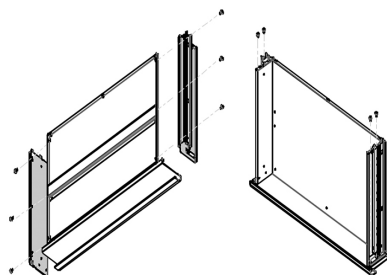

Figure 9
16. Fixez les panneaux gauche et droit du tiroir (n° 14-3 et 14-4) au panneau inférieur à l'aide de six vis M4 x 10 (fig. 9). Veillez à ce que les panneaux soient du bon côté afin qu'ils s'alignent avec les glissières à roulement à billes montées dans l'armoire.